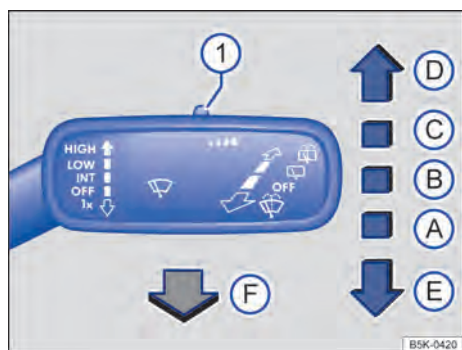

Fig. 96 À direita da coluna de direção: comandar os limpadores do para-brisa.
- Pressionar a alavanca dos limpadores do para-brisa brevemente para baixo → Fig. 96 .